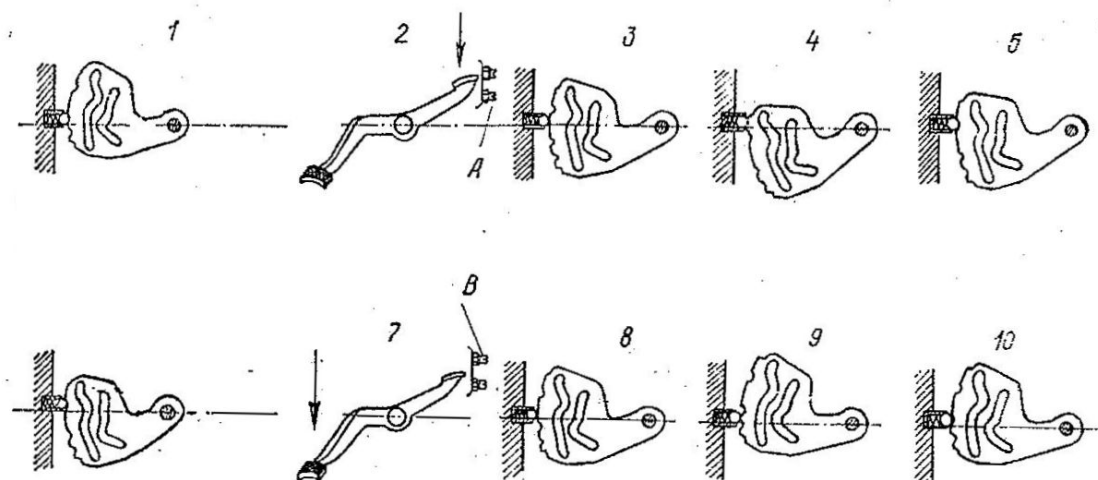

Рис. 17. Схема регулировки механизма переключения передач
**Регулировка механизма переключения передач.** Механизм переключения передач регулируют с помощью упоров (регулирующих винтов), ограничивающих поворот кривошипа собачек (рис. 17), а следовательно, и ход педали переключения.
**Регулируют нижний упор.** Установить сектор переключения передач в положение II передачи, фиксатор при этом попадает в соответствующую выемку сектора (положение 1, рис. 17).